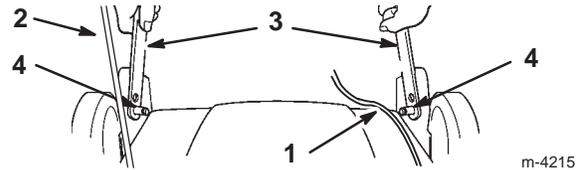

Abbildung 2
5. Den oberen Griffstangenteil hinter dem Rasenmäher so auf den Boden legen, daß das Etikett nach oben zeigt und die Steuerkabel zwischen den Haltebügel der Griffstange liegen (Abb. 2).
1. Die Enden des unteren Griffstangenteils zusammendrücken, die Löcher in den Griffstangen über den Stiften an den Griffstangenbügel positionieren und die Griffstange loslassen (Abb. 2).